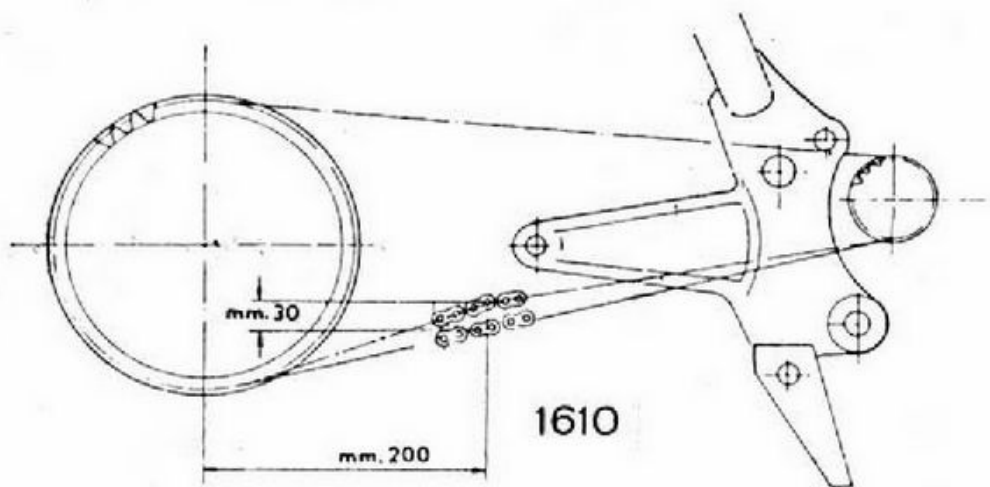

Fig. 17
d) agire sui dadi di registro in modo **uniforme** onde ottenere nella parte inferiore della catena, alla distanza di mm. 200 dall'asse della ruota, uno spostamento verticale di mm 30 (vedi fig. 17).